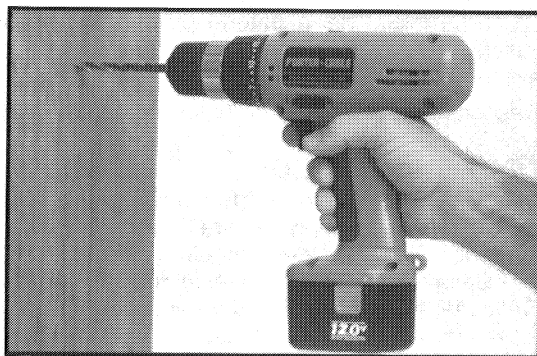

Fig. 7
**ADVERTENCIA:** La parte delantera del taladro puede cargarse si usted taladra un alambre cargado (vivo) en una pared. **PARA PREVENIR UN CHOQUE ELÉCTRICO, HAY QUE AGARRAR EL TALADRO SEGÚN LA ILUSTRACIÓN DE LA FIG. 7.**